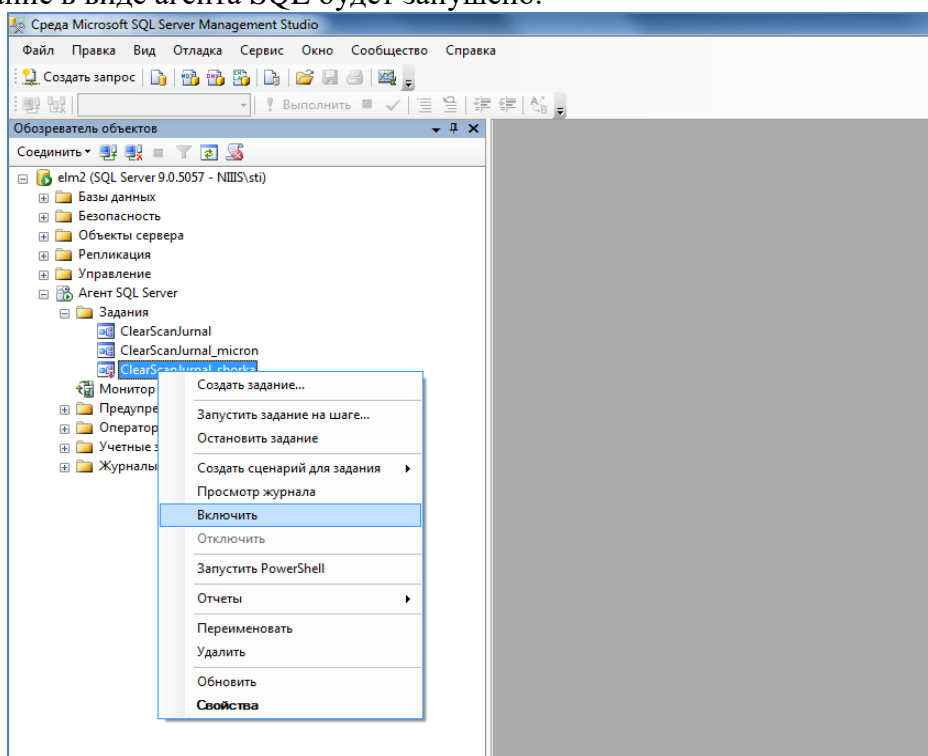

Рис. 7.
- найти в списке заданий агента SQL Server созданное задание и включить его, как показано на рис. 7. Задание в виде агента SQL будет запущено.